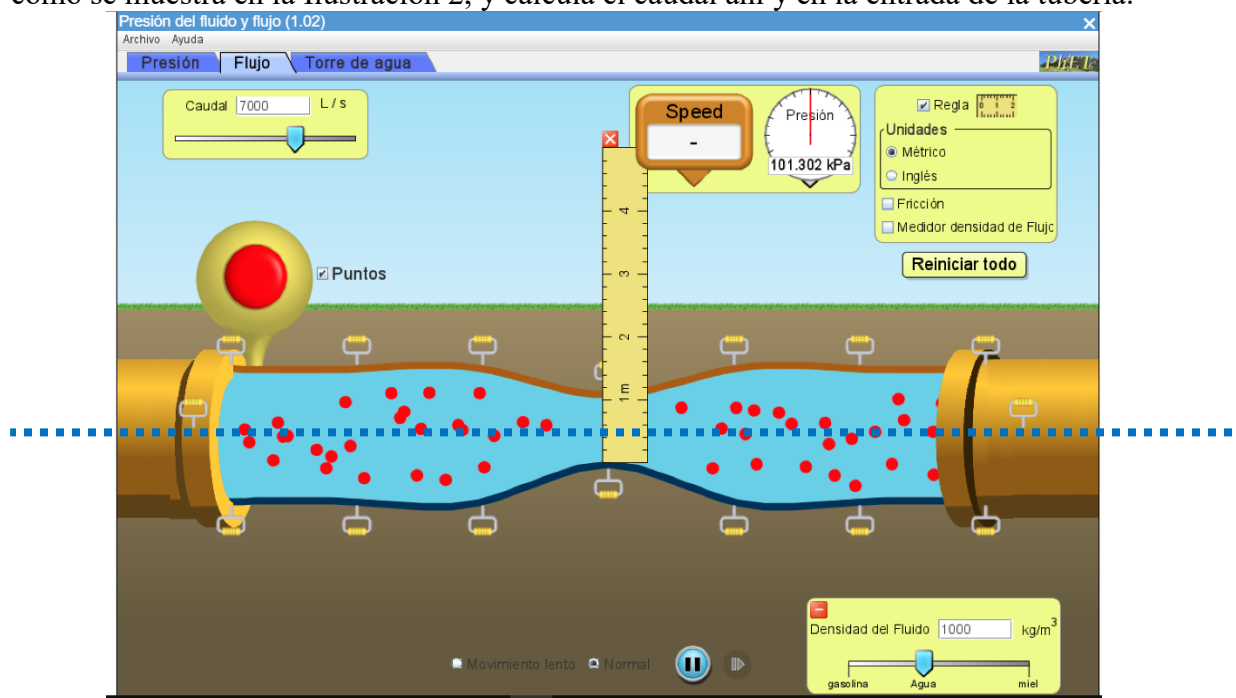

Ilustración 2: Configuración de la simulación con el diámetro de la tubería reducida
- Manteniendo el caudal, cambia el diámetro en el centro de la tubería, aproximadamente a la mitad como se muestra en la Ilustración 2, y calcula el caudal ahí y en la entrada de la tubería.